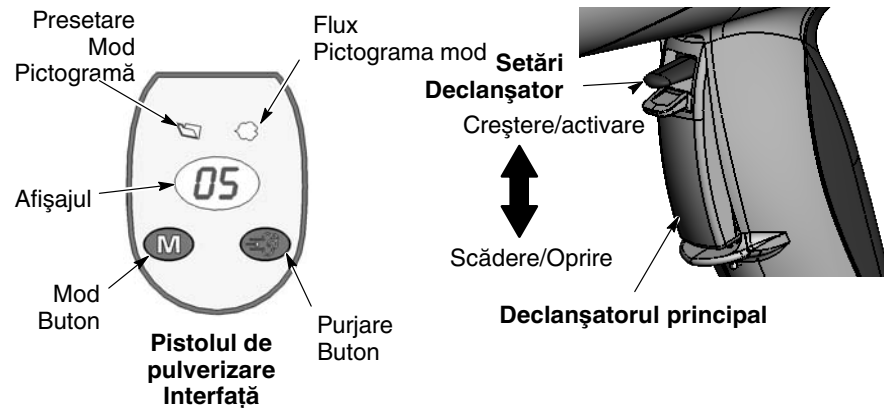

Figura 3-2 Comenzile pistolului
1. A se vedea Figura 3-2. Eliberați declanșatorul principal. Presetările nu pot fi schimbate dacă pistolul este declanșat.
1. A se vedea Figura 3-2. Apăsați butonul **Mod** până când pictograma **Flow Mode** este aprinsă.
1. A se vedea Figura 3-2. Îndreptați pistolul în interiorul cabinei și eliberați declanșatorul principal.